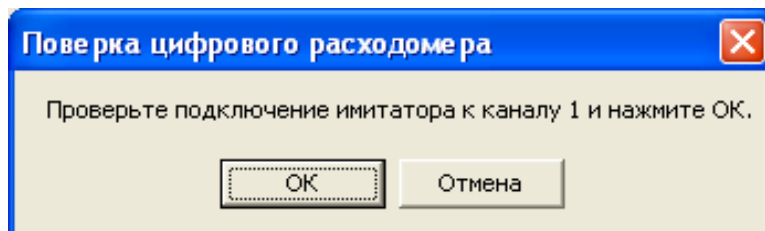

Рис.44. Вкладка проверки подключения 1 канала к стенду СА-01
2.7.6. В появившемся окне программы **Данные** (рис.42) нажмите кнопку **Далее**, появится окно рис. 44.